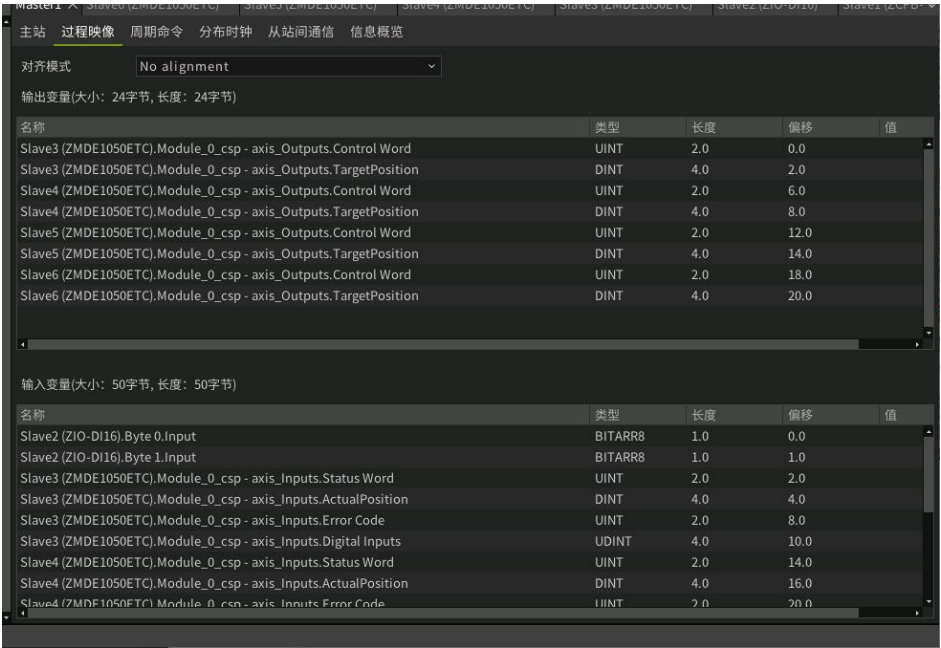

图 4.15 PDO 数据结构
(9) 双击主站节点，在打开的过程映像界面，可以查看当前网络拓扑结构下的 PDO 数据结构，如图 4.15 所示。